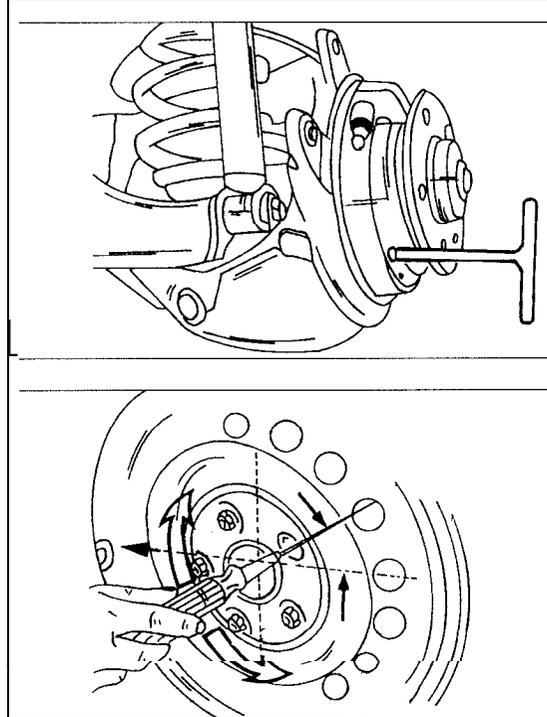

Bild 323
- Das in Bild 323 gezeigte Werkzeug in der gezeigten Weise aufstecken (Werkzeug 112 589 09 061 00) aufsetzen, die Feder nach innen drücken und um ca. 90° verdrehen und die Feder aus dem Abdeckblech aushängen und abnehmen. Die Feder muss verdreht werden, bis das Hakenende aus dem Eingriff kommt. Feder am anderen Bremsbacken ebenso aushängen.